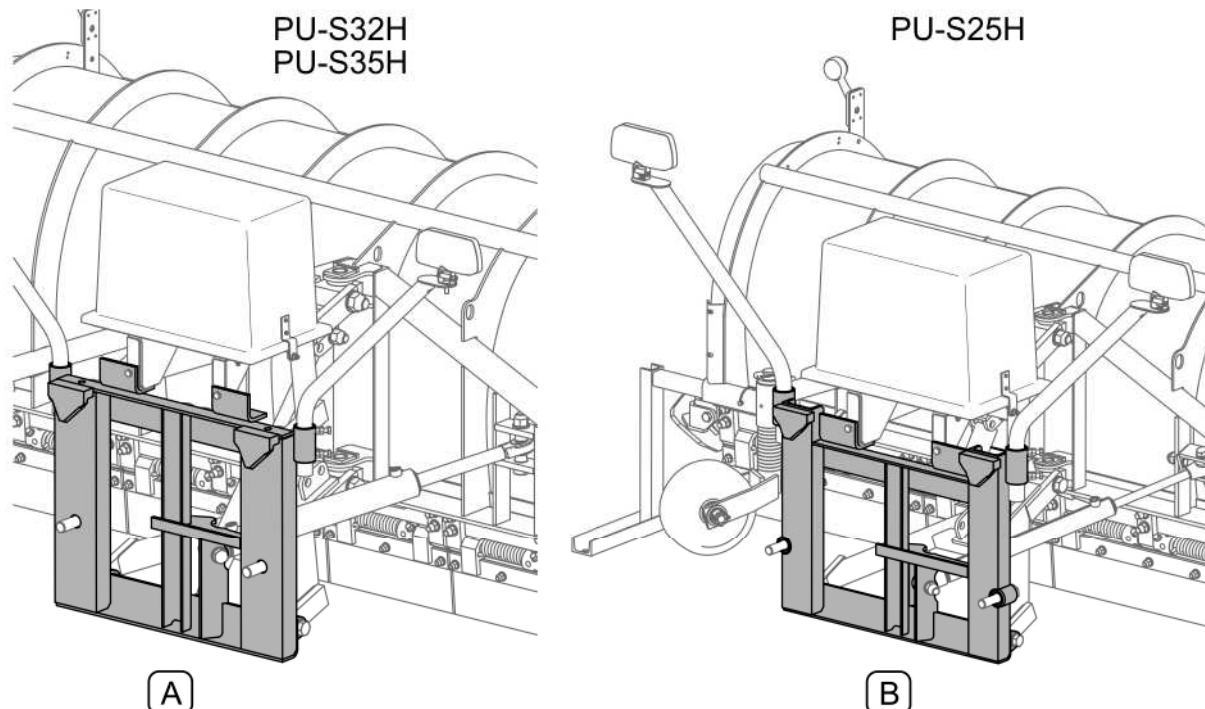

РИСУНОК 4.1 Виды систем подвески в зависимости от модели плуга
Система подвески плуга PU-S25H (B) соответствует стандарту DIN 76060 тип B , а плуги PU-S32H и PU-S35H имеют систему подвески тип A (РИСУНОК 4.1).